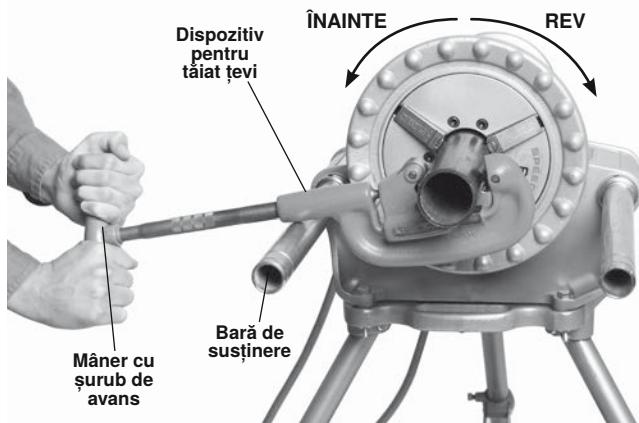

Figura 15 - Tăierea țevii cu port-cuțitul manual/rotirea mașinii (mențineți port-cuțitul în contact cu bara de susținere).
- Mișcați comutatorul REV/OFF/FOR în poziția FOR. Apăsați și eliberați întrerupătorul-pedală. Mandrina trebuie să se rotească în sensul invers acelor de ceasornic atunci când este privită din partea barelor de susținere ale mașinii (*vedeți figura 15*). Repetați pentru operarea în poziția REV – mandrina trebuie să se rotească în sens orar. Dacă mașina nu se rotește în sensul corect sau comutatorul-pedală nu comandă operarea mașinii, nu folosiți mașina până nu este reparată.
Îndepărtați căruciorul 311 înainte de a utiliza 300 Power Drive cu unelte manuale pentru a tăia, aleza sau fileta țevi. Asigurați-vă că bara de susținere pe partea comutatorului este complet extinsă dincolo de partea frontală a motorului de antrenare (Figura 15).
- Deschideți port-cuțitul prin rotirea șurubului de alimentare în sens invers acelor de ceasornic. Așezați port-cuțitul cu partea deschisă în sus (așa cum se arată în Figura 15) și aliniați roata port-cuțitului cu marcajul de pe țeavă. Tăierea secțiunilor filetate sau deteriorate ale țevii poate deteriora roata port-cuțitului.